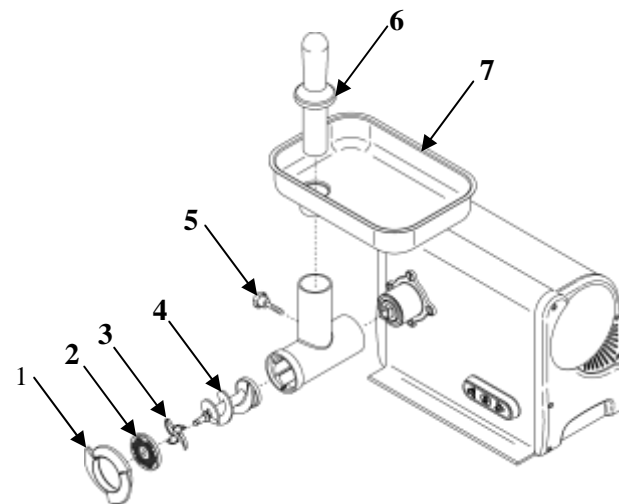

Рис. 10a – Модель ТС в разобранном виде
Внимание! Машину можно разобрать полностью (см. рис. 10a/b).
6.2.1 – чистка машины (рис. 10a-б)
6.2.2 - сборка после чистки (рис. 10a-б)